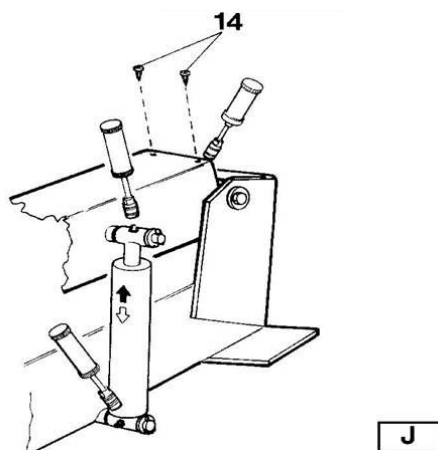

Рисунок 36
– Время от времени наносить консистентную смазку на цилиндр кронштейна и на его поворотный механизм. Наносите смазку через штуцеры (см. рис. 36).